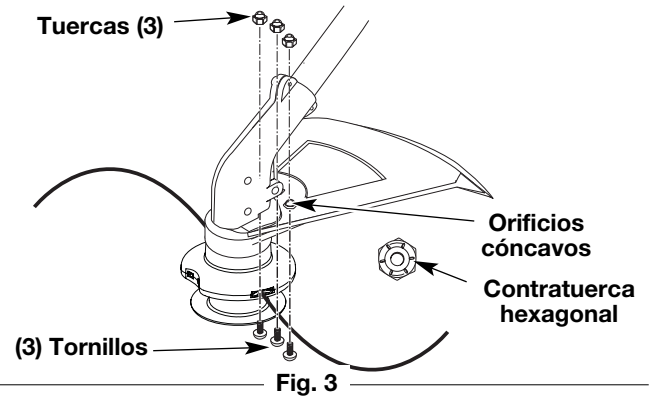

Fig. 3
2. Coloque uno de los tres (3) provistos contratuerca hexagonal en uno de los tres orificios cóncavos de la parte superior del protector accesorio de corte (Fig. 3).
3. Instale un tornillo en el orificio de la base del protector accesorio de corte. Atorníllelo en la tuerca instalada en el paso 2 (Fig. 3). No lo ajuste.